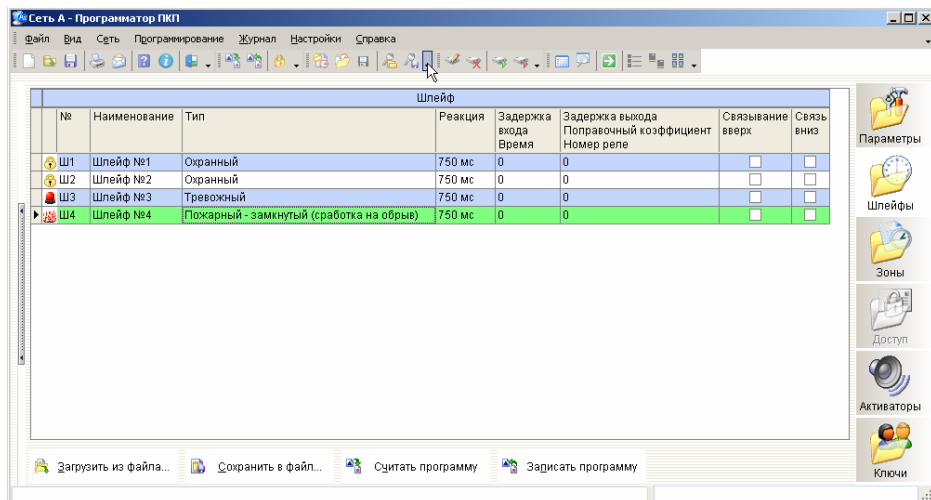

Рисунок 13
2.5.5 Открыть раздел «Шлейфы» (рисунок 13), выбрать закладку «Шлейф №1» и установить следующие параметры для шлейфа №1: